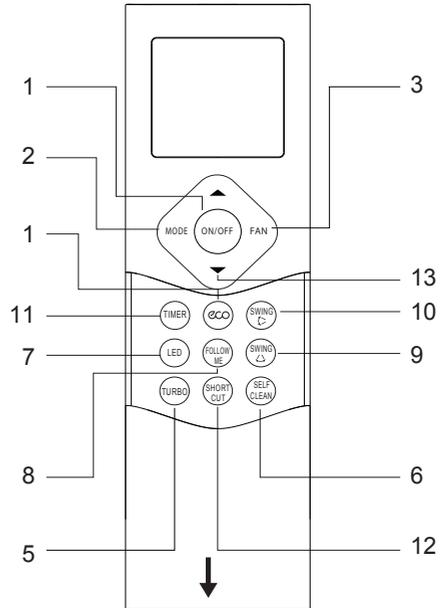
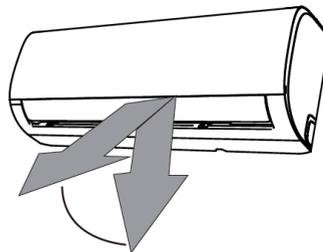

fig. 1 -
fig. 7 -
La télécommande ("fig. 1 -") se compose d'une série de touches et d'un écran indiquant toutes les fonctions actives et les divers paramètres nécessaires à l'utilisation correcte de l'appareil par l'utilisateur et l'installateur.
- Fonctionnement SWING** (non affiché sur l'écran de la télécommande, l'écran de l'unité intérieure affiche « ON » pendant 3 secondes lorsque la fonction, « OF » pendant 3 secondes pour désactiver la fonction). En appuyant sur le bouton « SWING », vous activez le mouvement automatique du déflecteur. Maintenez enfoncé le bouton «SWING» (  partie 9 "fig. 1 -") pour activer le mouvement automatique du volet. Appuyez une fois sur le bouton «SWING» (  (partie. 9 "fig. 1 -") pour régler la position du volet de 6 °.
- Verrouillage des touches. Appuyer simultanément sur les boutons «TURBO»(partie. 5 "fig. 1 -") et «SELF CLEAN»(partie. 6 "fig. 1 -") pendant une seconde active / désactive le verrouillage du clavier de la télécommande.
- Fonction de raccourci. Mémorise les réglages actuels et permet de les rappeler rapidement. Appuyez sur le bouton «SHORTCUT» (partie. 12 "fig. 1 -") pendant 2 secondes pour enregistrer les paramètres actuels. Appuyez sur le bouton «SHORTCUT»(partie. 12 "fig. 1 -") pour rappeler les paramètres enregistrés.
Pour régler la direction du flux d'air vertical ("fig. 7 -") qui sort de l'unité intérieure, appuyez sur le bouton « SWING »  (part. 9 "fig. 1 -").
En maintenant le bouton "SWING"  (part. 9 "fig. 1 -") enfoncé pendant 2 secondes, le déflecteur continue de se déplacer en mélangeant l'air dans l'environnement.
En appuyant sur le "SWING"  (part. 9 "fig. 1 -"), le déflecteur se verrouille et chaque fois que vous appuyez sur le bouton "SWING"  (part. 9 "fig. 1 -"), la direction du flux d'air change d'un angle de 6°.
Ce qui suit décrit la signification des codes représentés par l'affichage de l'unité intérieure ("fig. 7 -"), à la place des deux « 88 » représenté sur la figure.
L'écran affiche le symbole illustré à la "fig. 7 -", détail 1, lorsque l'unité est régulièrement connectée au réseau sans fil pour le contrôle à distance.